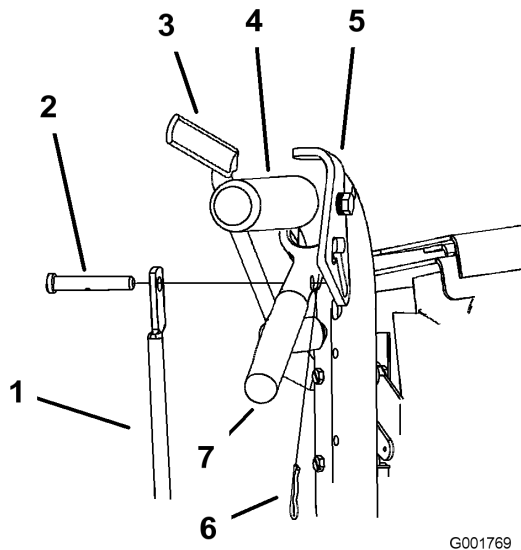

Figure 35
1. Retirez les goupilles fendues et les axes de chape des leviers de déplacement et des verrous du point mort (Figure 35).